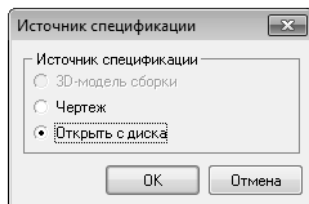

Рис. 11.7.
14. Выберите на панели инструментов **Программы — Импорт комплектования из КОМПАС**. В диалоге **Источник спецификации** (рис. 11.7) выберите в качестве источника **Открыть с диска** и нажмите кнопку **ОК**.